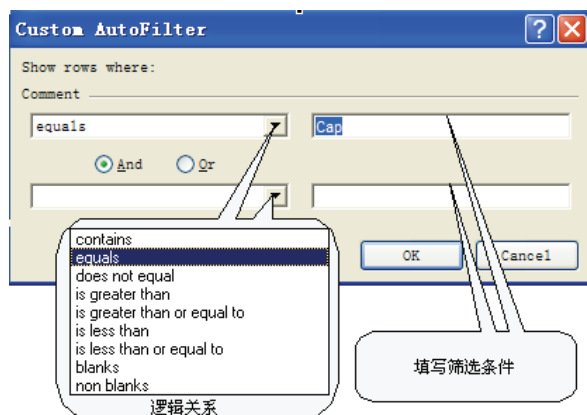

图 3-43 自定义自动筛选器
- 在 Comment 下拉菜单中单击【Custom...】选项，打开自定义自动筛选器设置对话框，如图 3-43 所示。通过设置筛选条件和条件间的逻辑关系，筛选出符合条件的元件。